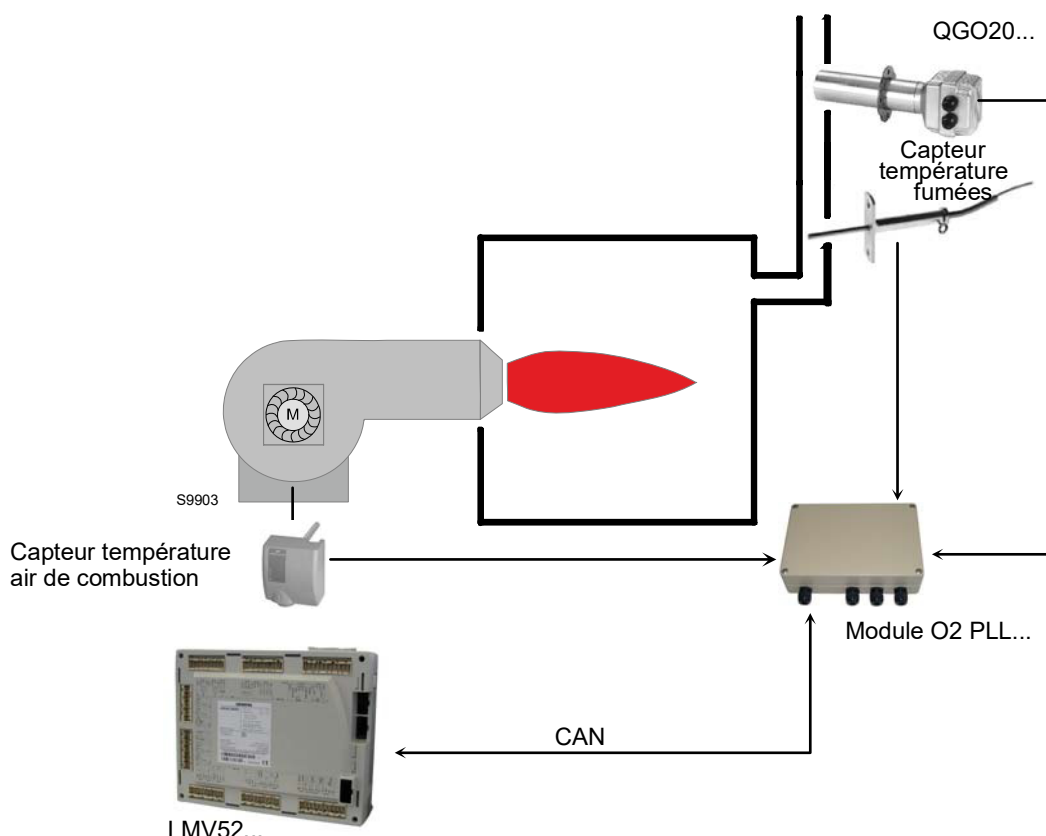

Fig. 38
**Vous trouverez ci-dessous un schéma générique du système (Fig. 38).**